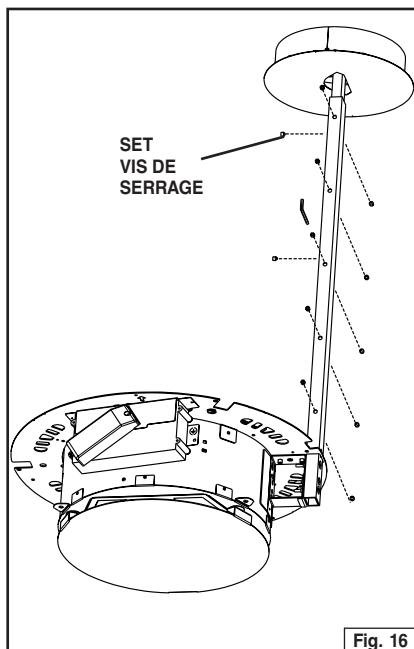

Fig. 16
10. Installez le bras de support inférieur dans le bras supérieur à la hauteur de montage voulue. Resserrez les vis de serrage en vous assurant qu'au moins (5) vis soient en contact avec le bras supérieur. Fig. 16. Répétez pour le deuxième appareil.